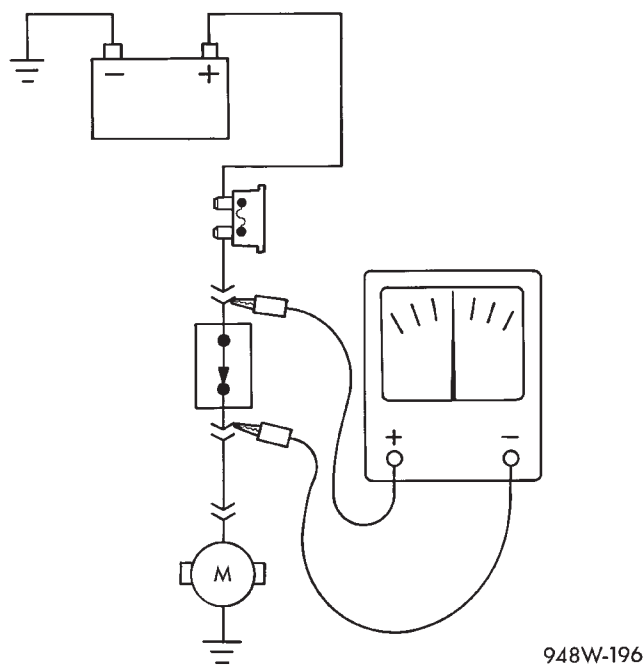

Fig. 8 Comprobación de caída de voltaje
(1) Conecte el conductor positivo del voltímetro al lado del circuito más próximo a la batería (Fig. 8).
(2) Conecte el otro conductor del voltímetro al otro lado del conmutador o componente.
(3) Haga funcionar el elemento.
(4) El voltímetro mostrará la diferencia de voltaje entre los dos puntos.